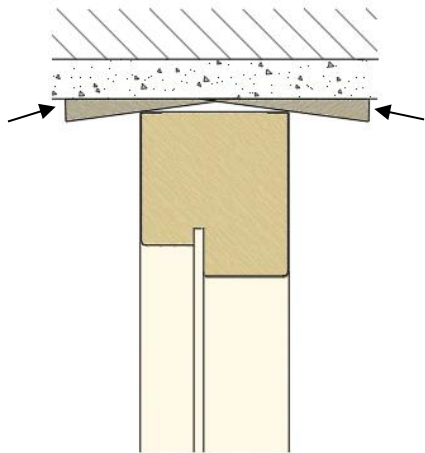

Bild 7
- Rahmenstock in die Wandöffnung stellen und mit Keilen über den Stocklängsteilen leicht befestigen - **Bild 7**